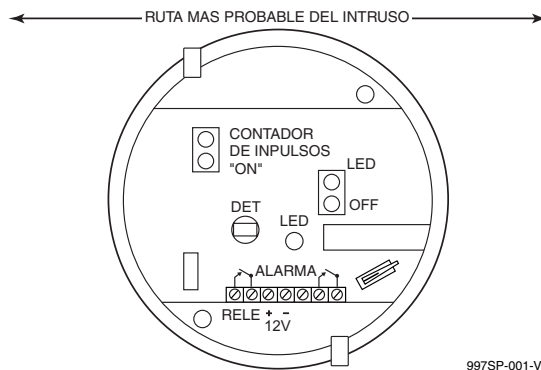

Ilustración 1. Orientación de Montaje Óptima
**Nota Importante:** La orientación de montaje óptima se muestra en la Ilustración 1. Instale el Infrarrojo Pasivo de tal manera que la trayectoria más probable de un intruso esté en la dirección mostrada. Esto asegurará la máxima eficacia del proceso de señal de Polaridad Alterna.